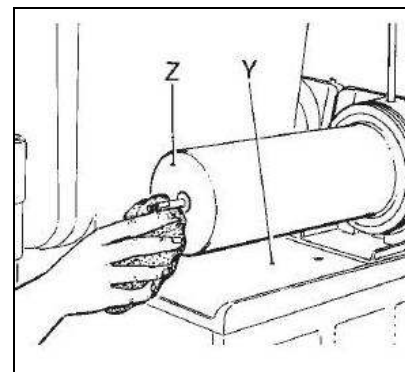

Fig. 15
- Lavare accuratamente l'evaporatore Z ed il piano raccogli condensa Y con una spugna imbevuta di acqua pulita, rimuovendo ogni residuo di prodotto (vedi fig.15).